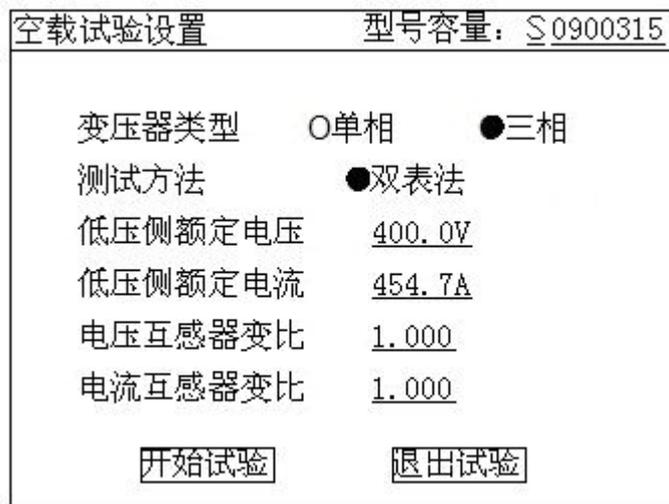

图 7 空载试验设置页面
- 3) 在图 7 中，光标选择“开始试验”，按 OK 键进入如下的空载试验测试数据页面：